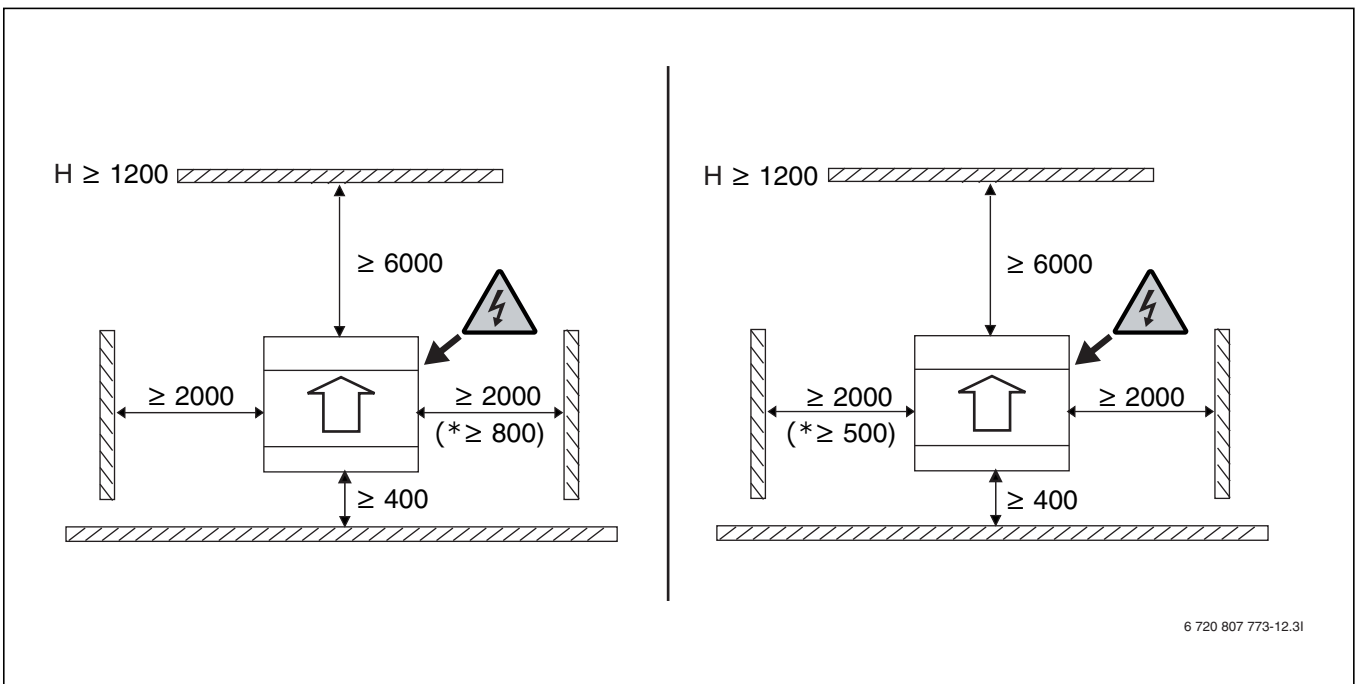

Рис. 12 Минимальные расстояния от теплового насоса до стен (мм)
- Тепловой насос должен стоять свободно, так чтобы поток воздуха мог беспрепятственно проходить через испаритель (→ рис. 12).